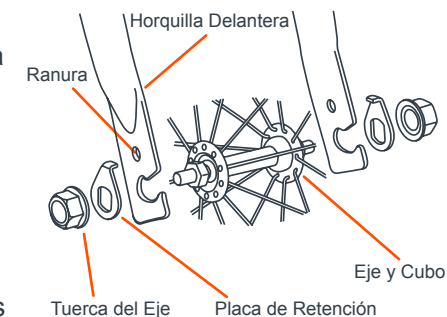

Fig. 3
- 3) • Inserte la placa de retención en el eje de la rueda. La clavija en la punta de la placa debe de colocarse hacia adentro, de cara a la horquilla. Debe alinear la clavija de la placa con el agujero antes de atornillar las tuercas para asegurar la rueda (Fig. 3).